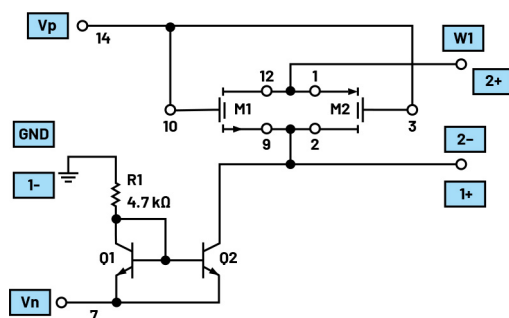

图2. NMOS R_{on} 测试电路。
构建图2所示的测试电路。蓝色框表示与ADALM2000上的连接器相连。NMOS和PMOS器件M1及M2均包含在CD4007封装阵列中。所有未使用的引脚可浮空。要测量MOS晶体管的导通电阻(R_{on}), 我们首先需要让已知电流流经电阻, 然后测量电阻两端的电压。两个NPN器件Q1和Q2以及电阻R1将构成电流源, 输出电流约为1 mA。此电流的确切大小并不重要, 因为源极/漏极上的电压在正负电源范围内变动, 我们主要关注MOS器件的 R_{on} 变化。
将图2所示电路连接到面包板。
- ▶ 对于图2中的电路，NMOS器件关断时的电压为多少？
- ▶ 对于图2中的电路，当NMOS晶体管关断时，漏源电压会怎样？